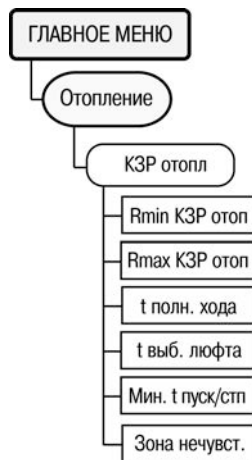

Рисунок 6.17
6.11.31 Для задания параметров КЗР теплообменника отопления служит пункт меню //Отопление/КЗР отопл. (рисунок 6.17).